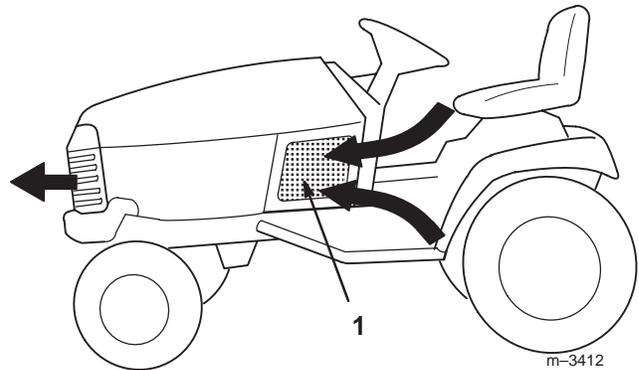

Bild 7
2. Kontrollieren Sie auf Schmutz an den Luftansauggittern (Bild 7).